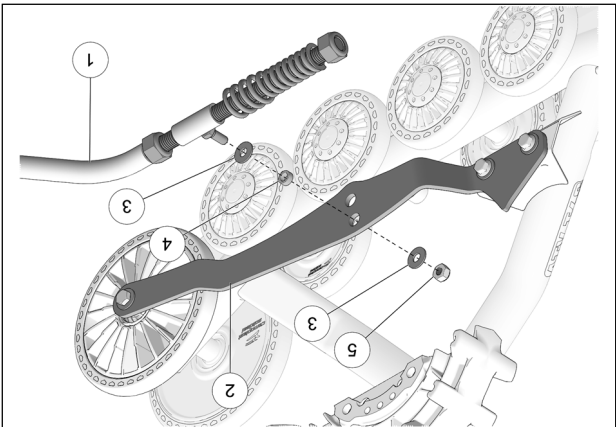

Fig. 8
7. Fixer le bras stabilisateur (1) au trou de la pièce d'ancrage (2) du système de traction au moyen des rondelles (3), d'un espaceur (4) et d'un écrou (5). Utiliser le trou qui ne créera pas d'interférence entre l'écrou de fixation (5) et le barbotin de plastique. Voir la Fig. 8
**NOTE:** Assurez-vous qu'il n'y ait aucune interférence entre l'écrou de fixation (5) du bras stabilisateur et les dents du barbotin d'entraînement de la chenille, si c'est le cas, changer de trou.